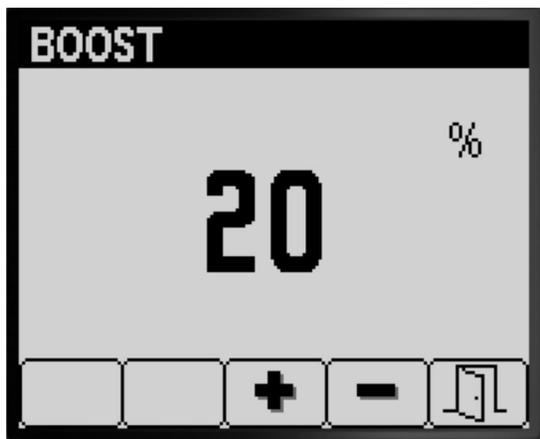

Bild 9
- Drücken Sie Taste 4, um die Einstellung „Boost %“ auszuwählen (Bild 9).
3. Drücken Sie die Taste 3 oder 4, um die prozentuale Dosierungsverstärkung zu erhöhen oder zu verringern (Bild 9).